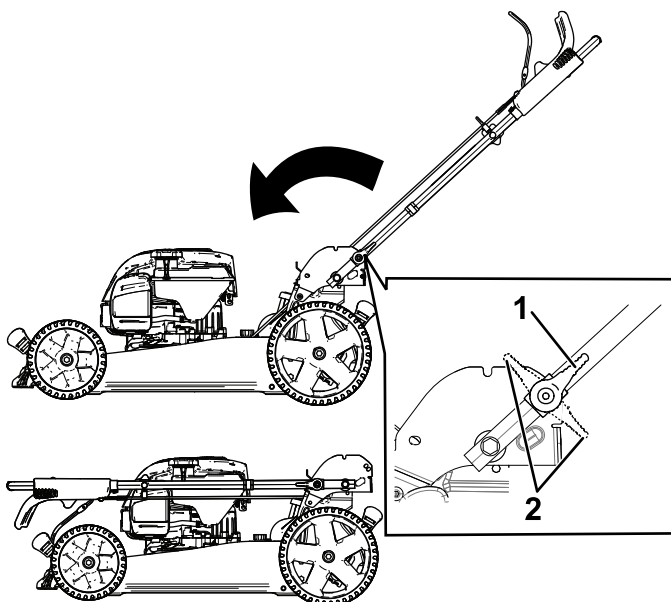

Figure 21
3. Déverrouillez le guidon (Figure 21).
4. Pliez le guidon complètement en avant (Figure 21).